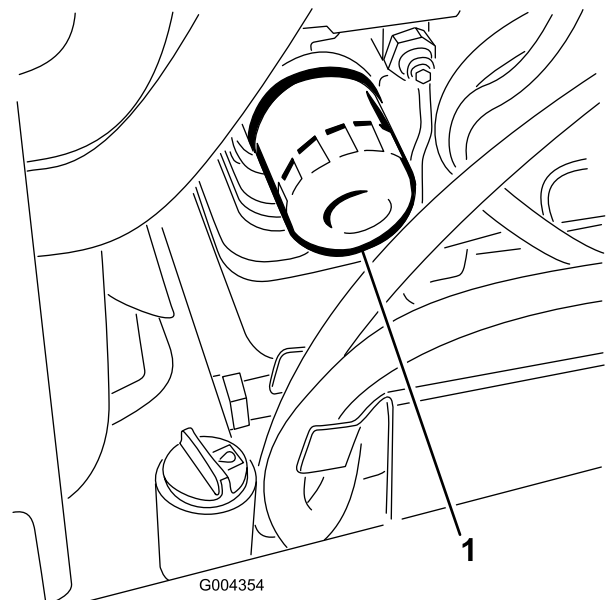

Figura 34
4. Remova o filtro de óleo antigo (Figura 34) e limpe a superfície da junta do adaptador do filtro.